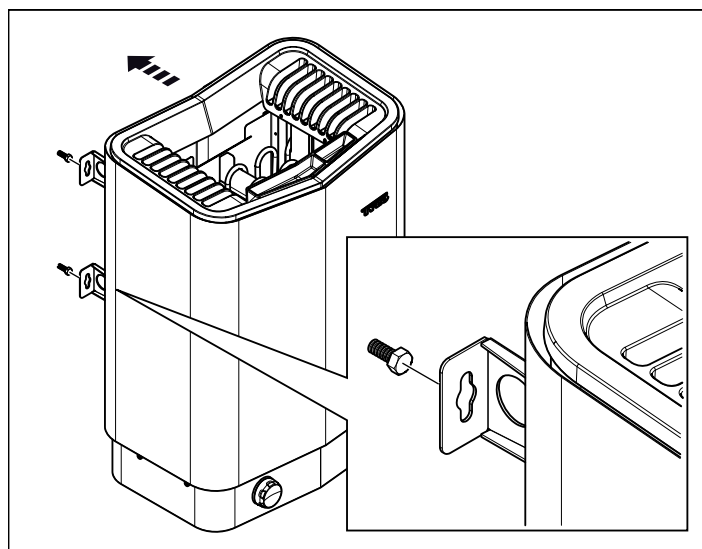

Fig 10: Fixer le poêle
8. Fixer le poêle sur les vis voir Fig 10, page 15.